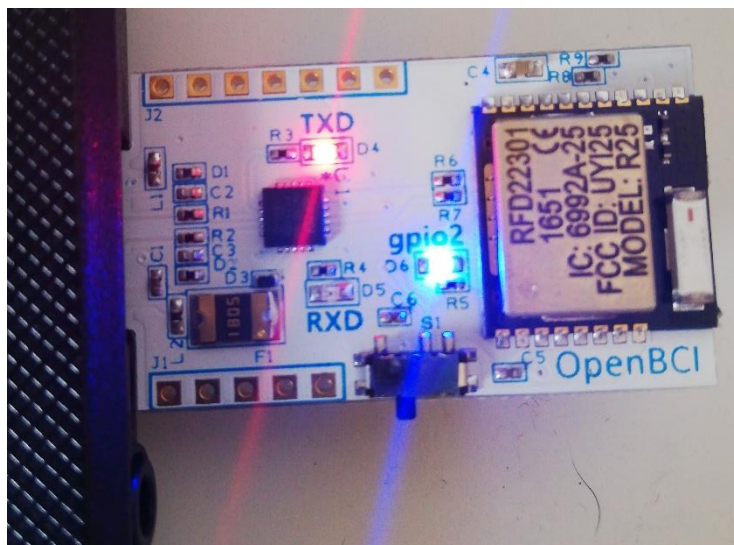

Figura 41 - Conexión USB OpenBCI para emparejar la placa Cyton con el ordenador vía bluetooth.
- Le quitamos la alimentación a la placa y los dos clips de oreja, pero mantenemos la placa conectada con cada uno de los 8 electrodos de igual forma que vimos previamente. Ver Figura 41 y tabla 4.